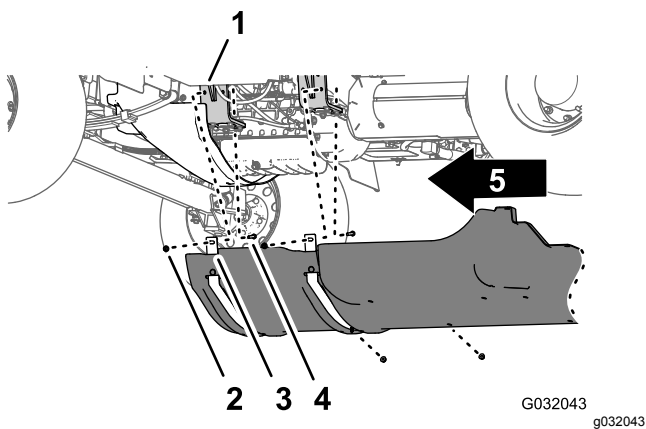

Figura 65
1. Alinee el protector de bajos con el chasis de la máquina (Figura 65).
2. Inserte las pestañas de montaje delanteras del protector de bajos sobre los pernos de los soportes de montaje del motor de la máquina (Figura 65).
3. Sujete el protector de bajos a los pernos de los soportes de montaje del motor (Figura 65) con las 4 contratueras con arandela prensada (5/16") que retiró en el paso 2 de Retirada del protector de bajos \(página 4\).